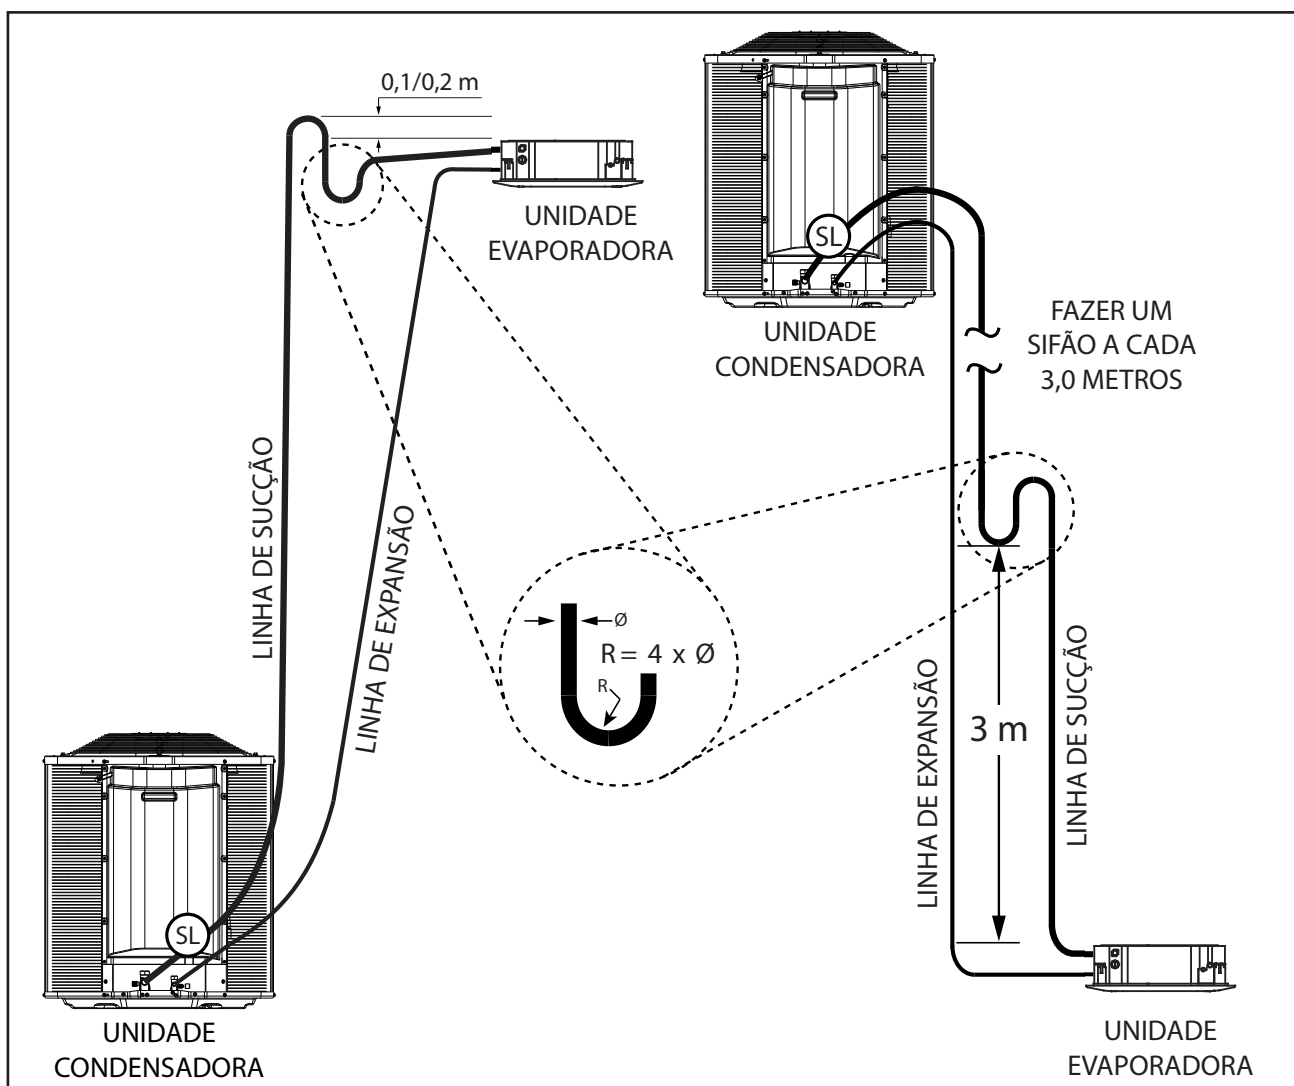

FIG. 34 - INSTALAÇÃO LINHAS DE INTERLIGAÇÃO
- 1º Elevar a linha de sucção acima da unidade evaporadora antes de ir para a unidade condensadora 0,2 metros, quando a evaporadora estiver acima ou no mesmo nível da condensadora. (Fig. 34)
- 2º Quando a unidade condensadora estiver em um nível superior ao da unidade evaporadora, fazer sifões nas subidas da linha de sucção a cada 3,0 m, considerando desde a saída da evaporadora. (Fig. 34)